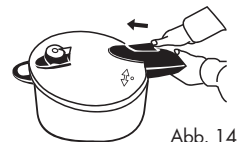

Abb. 14
- a) Verriegelung zur Deckelmitte schieben (Abb. 14).